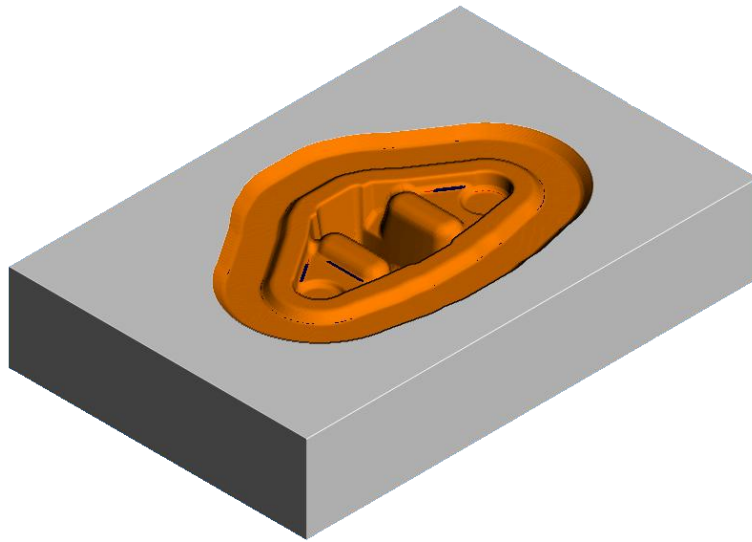

Figura 2.192 Simulación del Programa NC molde.
- Hacer clic en el botón Activar , permitiendo que la simulación se lleve a cabo hasta el final (Figura 2.192).